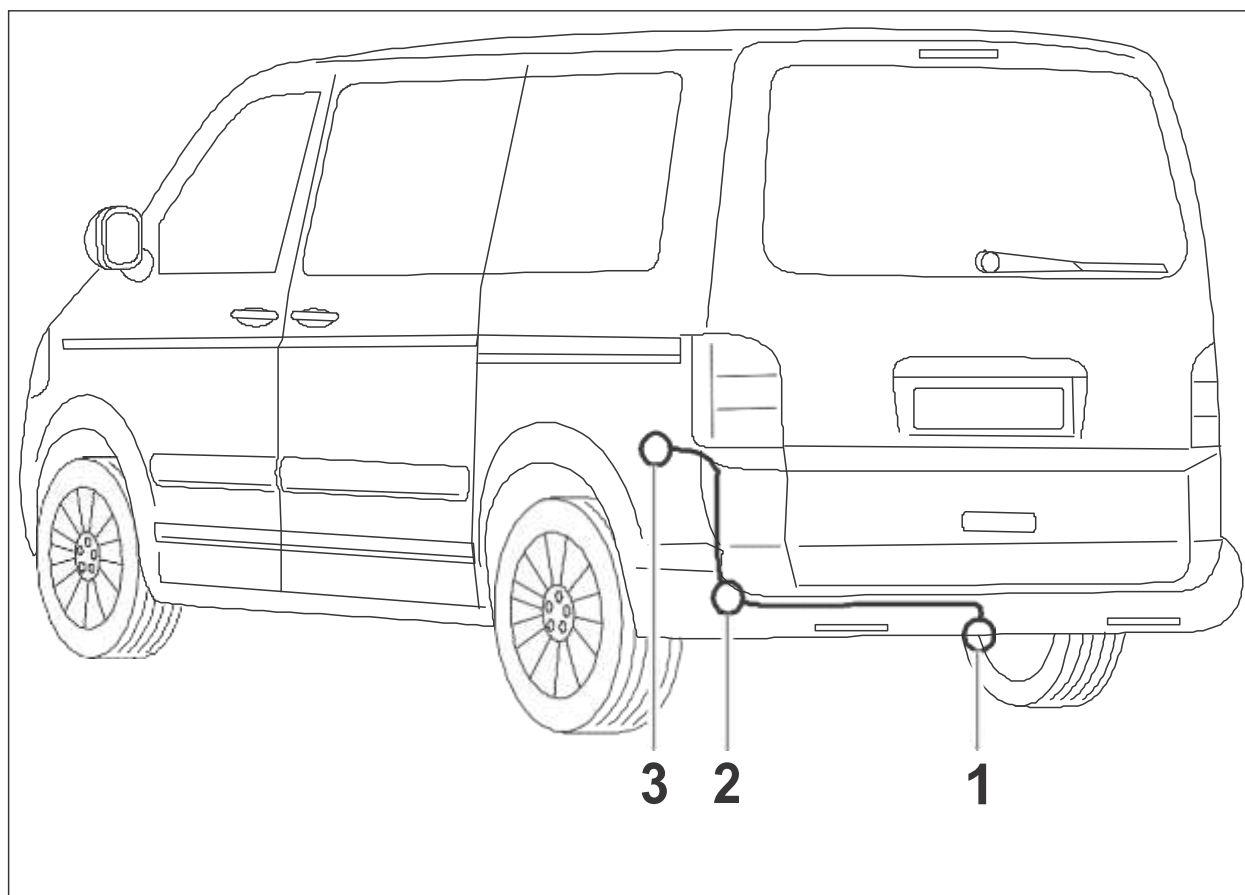

Fig. 1: vista generale d'installazione
3. Far passare l'estremità della presa del set di cavi attraverso la boccola passante (fig.1/2) del veicolo sul lato posteriore sinistro verso l'esterno fino al supporto presa in lamiera (fig.1/1). Inoltre, chiudere a tenuta la boccola passante con il filo di tenuta in butile fornito in dotazione.
7. Serrare la presa al supporto in lamiera (fig. 1/1) con le viti presenti nella presa stessa.
9. Montare la boccola passante (fig. 1/2) del veicolo sul fascio di cavi, farla scorrere lungo il fascio di cavi e inserirla dall'esterno nel foro del veicolo. Inoltre, chiudere a tenuta la boccola passante con la piastrina a tenuta (filo di tenuta in butile) fornita in dotazione.
10. Inserire e innestare i connettori a 8 e 12 poli nelle prese corrispondenti sul punto di connessione posteriore sinistro (fig. 1/3). Eventualmente, estrarre la spina a ponte a 8 poli già presente sulla vettura (non verrà più utilizzata).